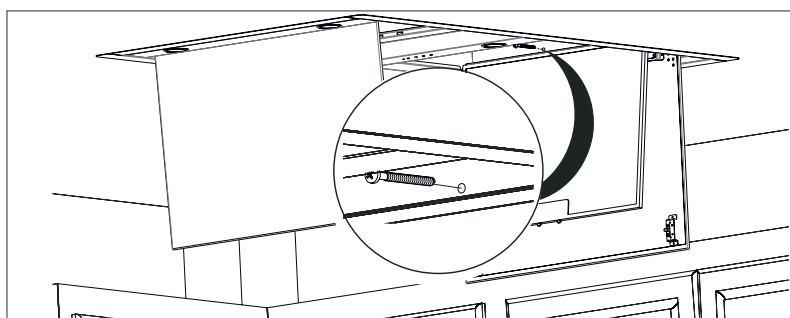

Fig. 16
11. Emhætten kan også som alternativt skrues ind fra siderne brug 5,5X60 skruer (Fig. 16).